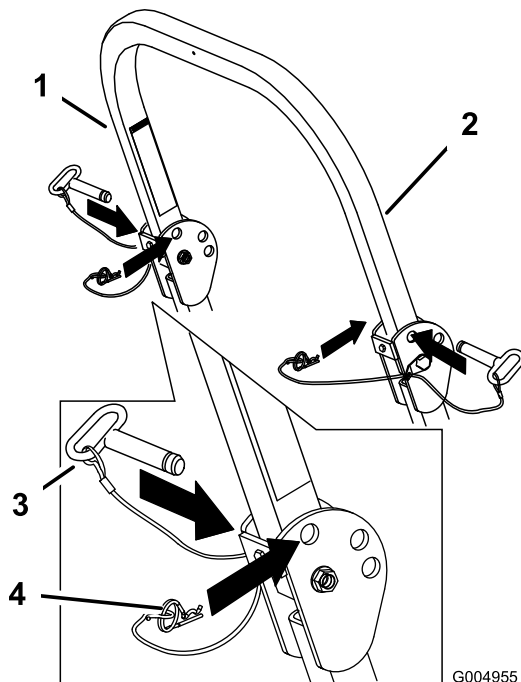

Figure 8
1. Retirez les goupilles fendues puis les deux axes (Figure 8).
3. Posez les deux axes et fixez-les avec les goupilles fendues (Figure 8).
- Pour relever l'arceau de sécurité, retirez les goupilles fendues puis les deux axes (Figure 8).
- Relevez complètement l'arceau de sécurité puis insérez les deux axes et fixez ces derniers avec les goupilles fendues (Figure 8).